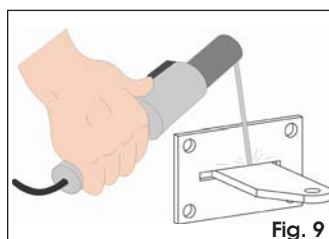

Fig. 9
- i- Las de achterste beugel op de vast te schroeven plaat na hem in de speciale sleuf te hebben geplaatst (Fig. 9).